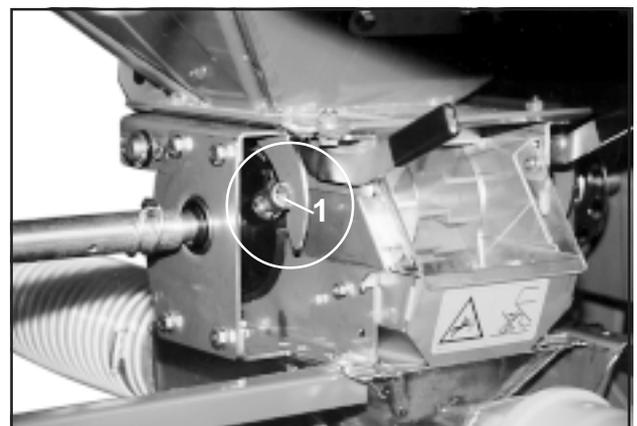

Fig. 7.4
- dévissez **les deux** vis (des roues distributrices principales) (7.3/1) jusque dans les évidements des tôles d'arrêt respectives (7.3/2) (**voir Fig. 7.4**).